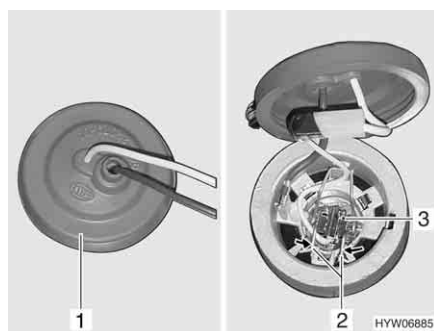

Fig. 287 Luce fendinebbia
- Afferrare dietro la luce fendinebbia e togliere il copripolvere di gomma dall'involucro (Fig. 287,1).
- Stringere la staffa di metallo (Fig. 287,2) ed estrarla dal supporto.
- Estrarre dall'involucro la lampada ad incandescenza (Fig. 287,3) con il cavo.